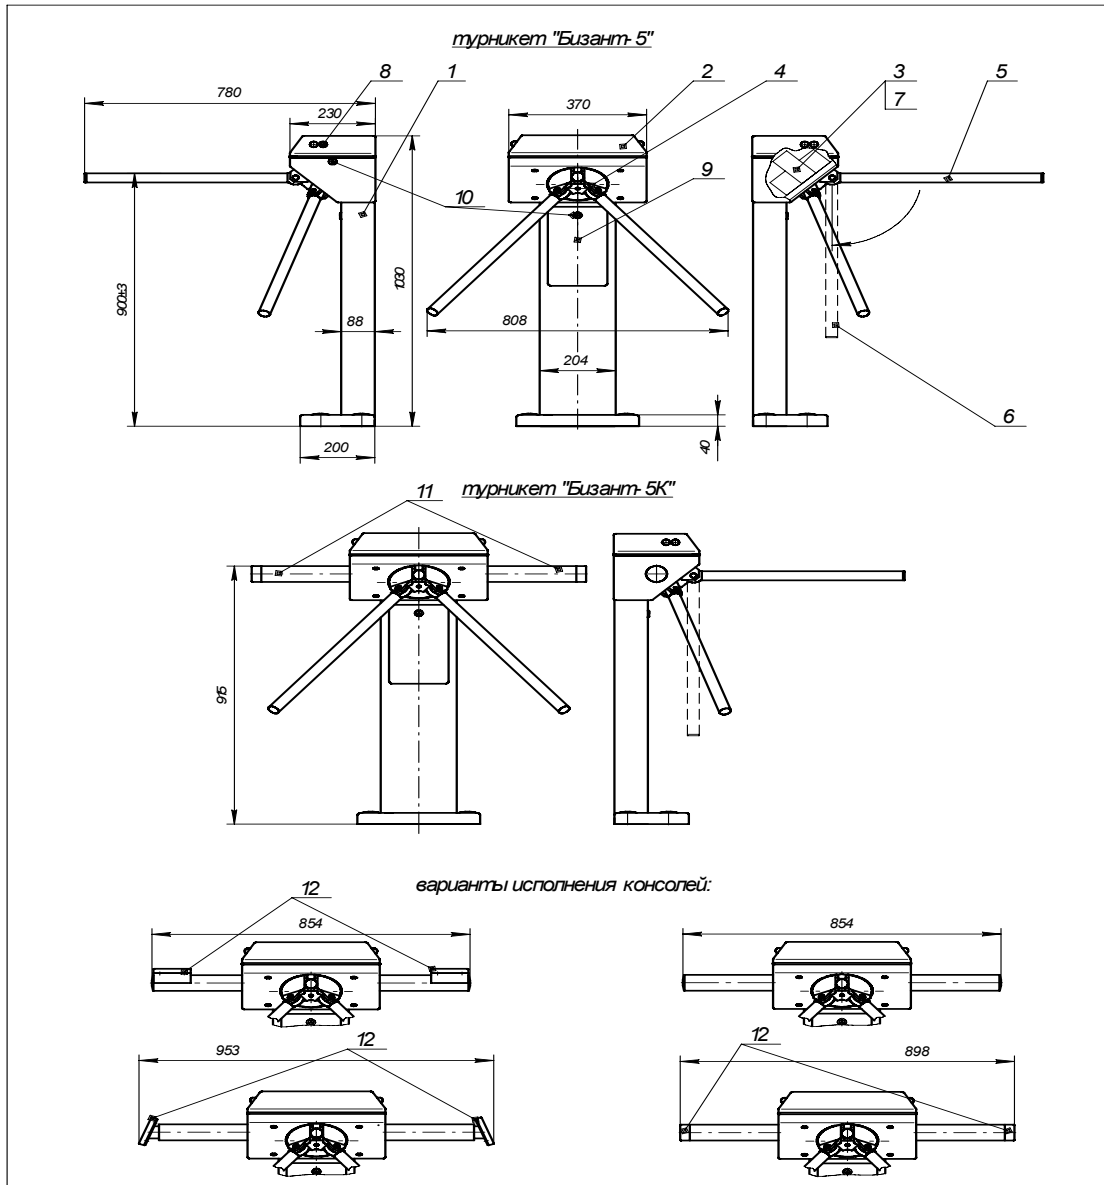

Рис.1
5.1 Турникет «Бизант-5» (см. рис. 1) представляет собой цельносварной корпус (1), закрываемый сверху крышкой (2). В верхней части корпуса размещается агрегат турникета МПТ-5 (3), на выходном валу которого закреплен трипод (4) с тремя преграждающими штангами (5).
Стойка турникета выпускается в двух исполнениях: без консолей (основное исполнение) или со съемными консолями (11) (модель «Бизант-5К»), которые служат для установки считывателей (12). Варианты установки считывателей показаны на рис. 1.